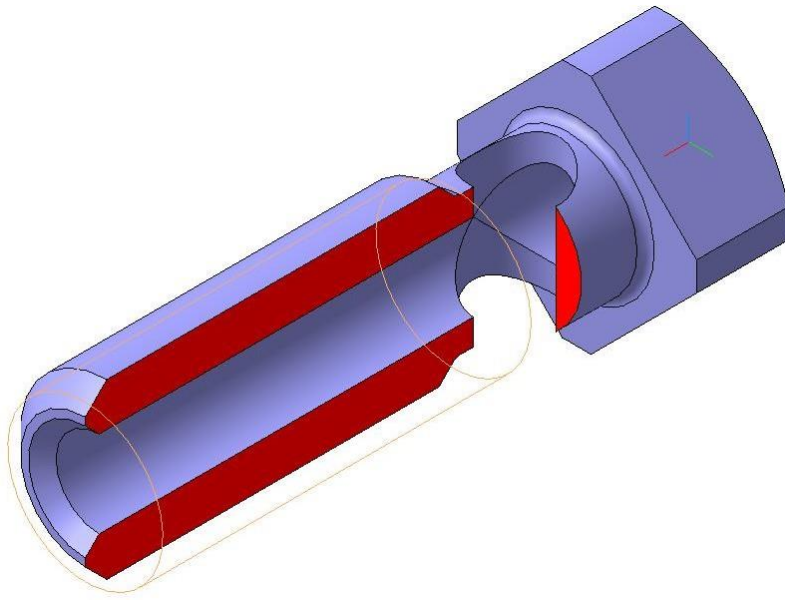

Рис. 1
7. Заполните основную надпись, рис. 1.
Задание. Выполните пространственную модель детали, рис. 1.